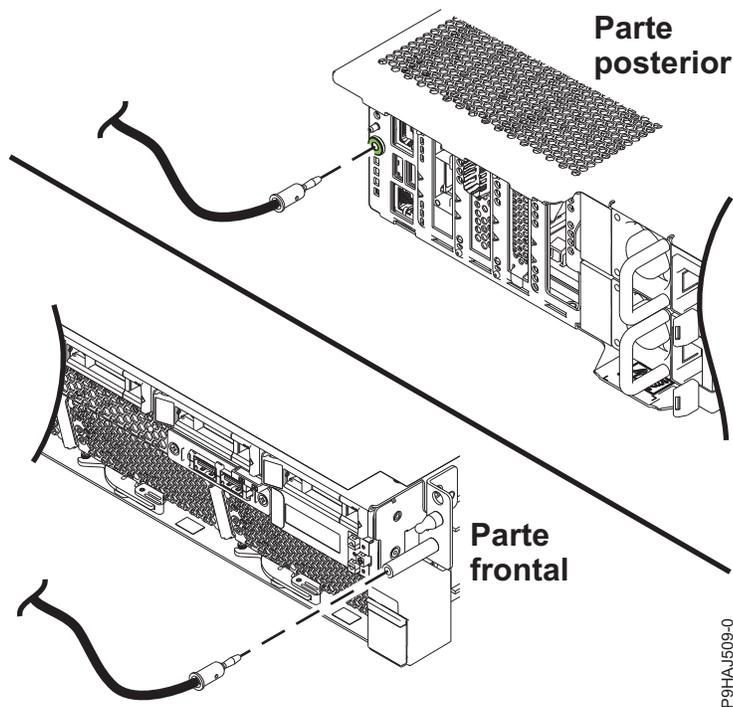

Figura 1. Ubicación de los enchufes ESD
6. Póngase la muñequera antiestática para descargas electrostáticas (ESD). El sistema tiene una clavija ESD en la parte frontal y posterior del sistema, tal como se muestra en la Figura 1 en la página 4. Coloque la muñequera antiestática ESD en la clavija ESD.